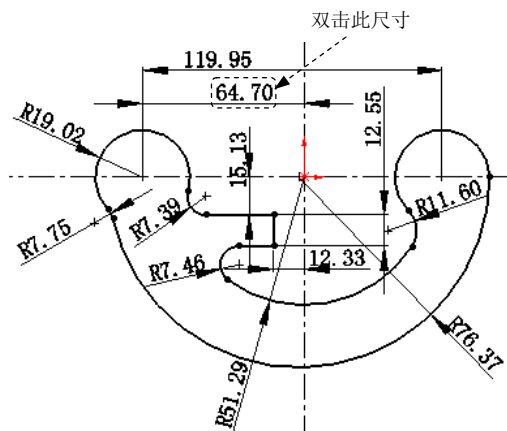
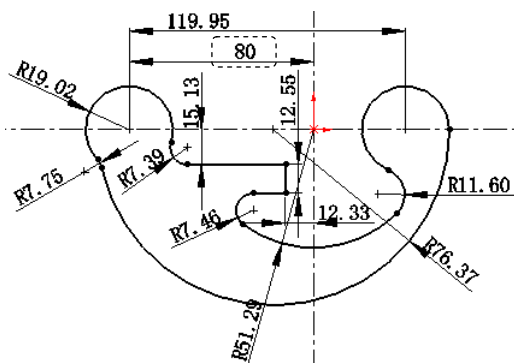

图 2.14.7 添加尺寸约束
图 2.14.8 修改后的尺寸约束
选择下拉菜单 **工具(T)** → **尺寸(S)** → **智能尺寸(S)** 命令，添加图 2.14.7 所示的尺寸约束。
Step1. 双击图 2.14.7 所示的尺寸值，在系统弹出的“修改”文本框中输入值 80，单击 按钮，然后单击“尺寸”对话框中的 按钮，修改完成后如图 2.14.8 所示。